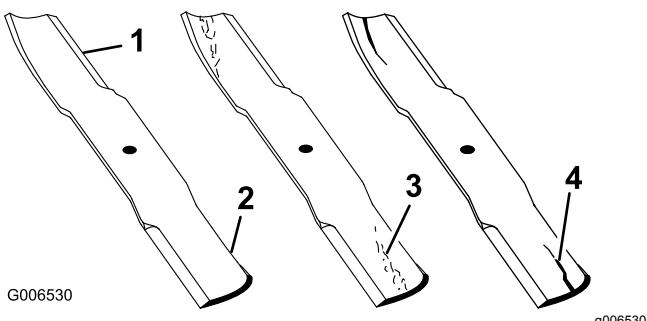

図 79
1. 刃先の部分を点検する図79。
4. ひび、磨耗、割れの発生などがあれば、直ちに新しいブレードに交換する図79。